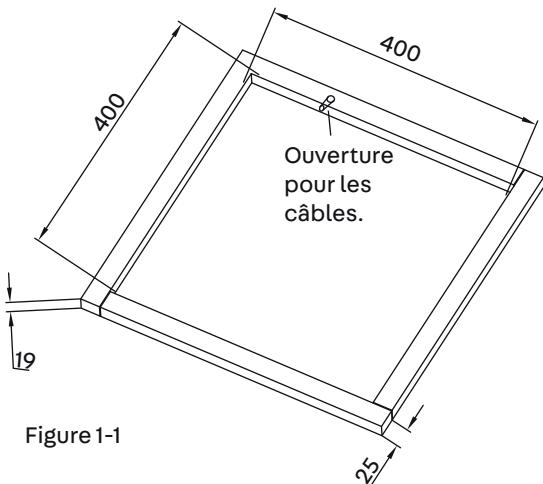

Figure 1-1
Si le lanterneau n'est pas utilisé, une nouvelle ouverture doit être pratiquée dans le toit du véhicule (voir Figure 1-1). Une ouverture correspondante doit également être pratiquée dans le plafond intérieur du véhicule. Soyez prudent lors de cette opération. Si l'ouverture est couverte, des fissures peuvent apparaître. Après avoir vérifié que les ouvertures dans le toit et dans le plafond intérieur sont de la bonne dimension, un cadre de support doit être placé entre le plafond extérieur du toit et le plafond intérieur. La structure du cadre renforcé doit être conforme aux directives suivantes :
2. La surface extérieure du toit et le plafond intérieur doivent être séparés et soutenus pour éviter tout problème lorsque le climatiseur de toit et l'ensemble plafond seront visssés ensemble. Un cadre de support type est illustré à la Figure 1-1.